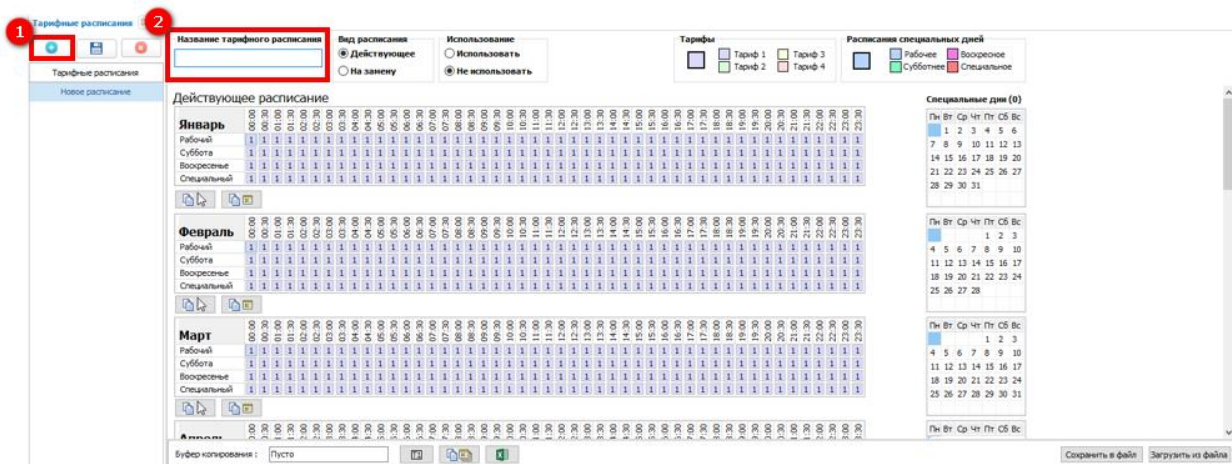

Рисунок 192 – Создание тарифного расписания
Для создания нового профиля настроек необходимо нажать на кнопку создания (1) (см. рисунок 192). В поле ввода **Название тарифного расписания** записывается название, под которым будет сохранено данное расписание в файл (2).